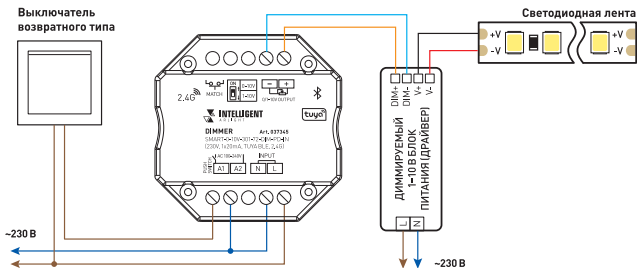

Рис. 1. Схема подключения диммера SMART-0-10V-301-72-DIM-PD-IN
- 3.2. Подключите диммер согласно схеме на рис. 1.